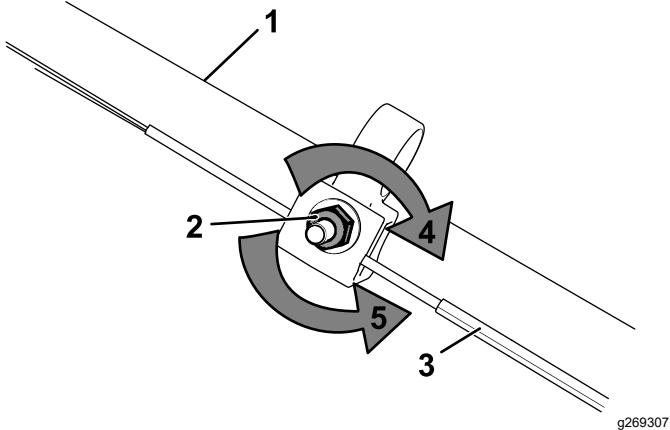

Figura 22
1. Gire la tuerca de ajuste en sentido antihorario para aflojar el ajuste del cable (Figura 22).
2. Ajuste la tensión del cable (Figura 22) tirando del mismo hacia atrás o empujándolo hacia adelante, y sujetelo en esa posición.